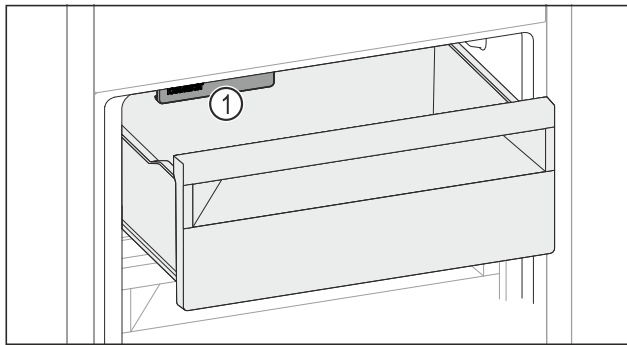

Fig. 235
- Tenere in considerazione l'IceMaker Fig. 235 [1].